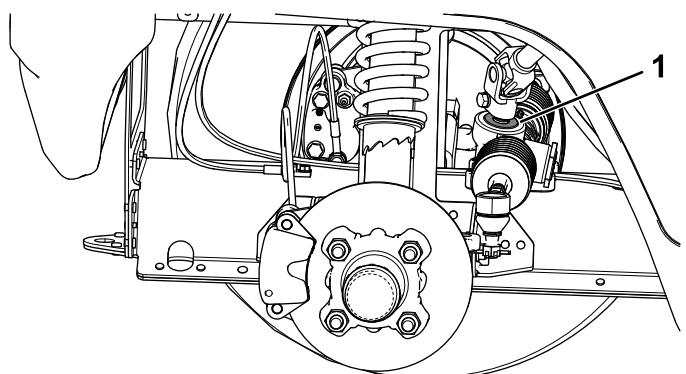

図 100
- 重要ピニオンシャフトのシールの状態と磨耗程度を点検する図 100。